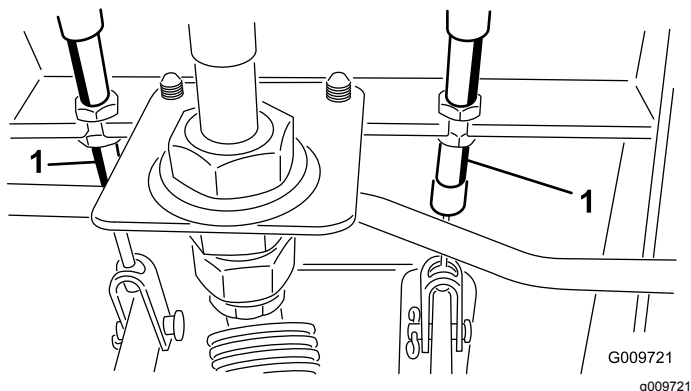

Figura 112
- A. Desaperte a porca dianteira na extremidade roscada do cabo do travão (Figura 112).